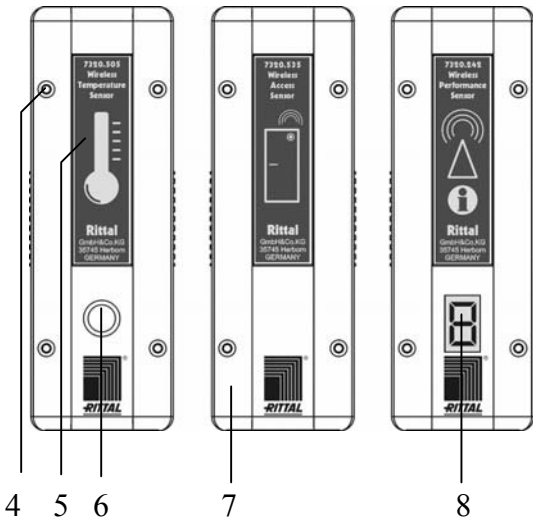

Abb. 2 Wireless-Sensor von oben
hen. Nach der Inbetriebnahme kann das Messsystem auch für weitere Installationen verwendet werden, z.B. bei Erweiterungen oder Veränderungen. Das Wireless Messsystem wird einmal angemeldet und kann danach immer wieder mit der Wireless I/O Unit verwendet werden oder es wird an einem anderen Wireless Sensornetzwerk angemeldet. Dafür muss der Wireless Messsystem-Sensor ausgeschaltet (siehe Kapitel 3.3) und an einer neuen Wireless I/O Unit neu angemeldet werden. Das Messsystem wird wie ein normaler Sensor bei der Wireless I/O Unit angelernt. Das Ergebnis kann an der Sensoranzeige Abb.2 (8) abgelesen werden.